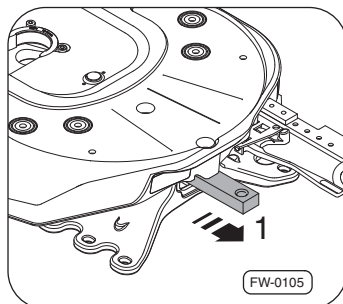

Fig. 25 · Extraire les brides de fixation
3. Retirer latéralement les brides de fixation ⇒ Fig. 25, –flèche 1– des deux côtés. Le silent-bloc reste dans le sabot d'appui.